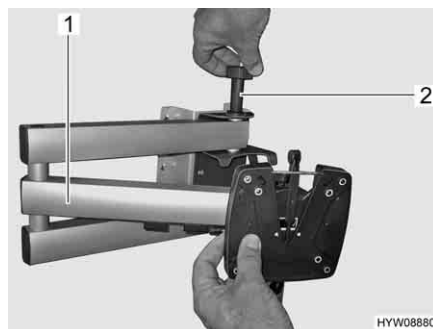
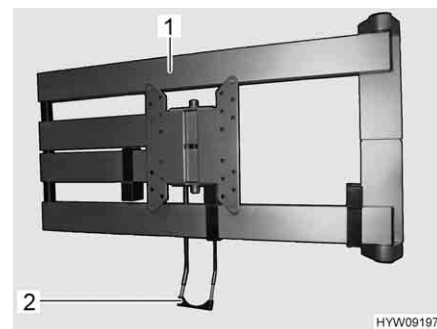

Fig. 61 Braccio snodato (raffigurato senza schermo piatto)
Fig. 62 Braccio snodato (alternativa)
- Tirare il bottone di sbloccaggio (Fig. 61,2) o la staffa di sbloccaggio (Fig. 62,2). Il braccio snodato (Fig. 61,1 o Fig. 62,1) è sbloccato.